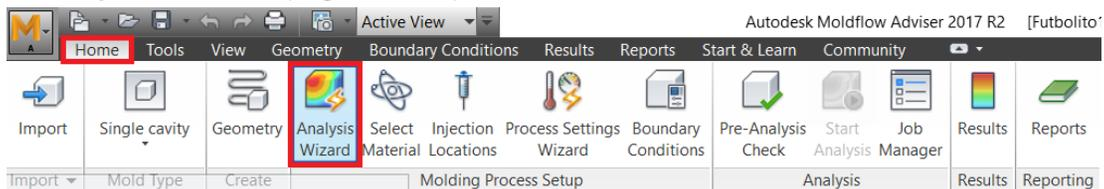

Figura 6.35 Pestaña Home, función Analysis Wizard.
- Finalmente en el menú superior, seleccionar la pestaña de **Home** y ahí elegir **Analysis Wizard** (Figura 6.35).